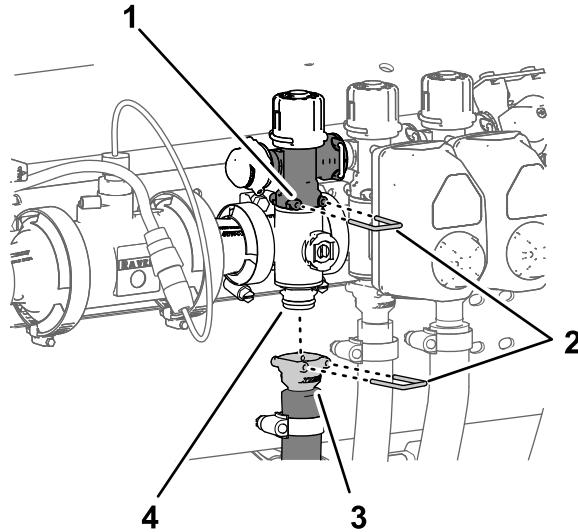

图 125
4. 从机器上卸下搅拌阀岐管和垫片 图 125。
1. 拆下将喷洒臂段旁通阀快速连接耦合器固定至喷洒臂段歧管阀上的快速连接销 图 125。
2. 拆下将喷洒臂段供水软管快速连接耦合器固定至喷洒臂段歧管阀上的快速连接销 图 125。